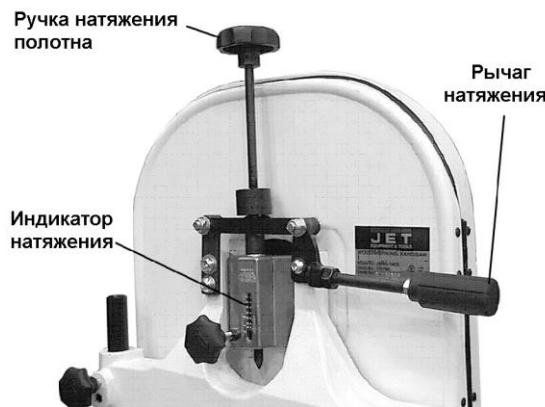
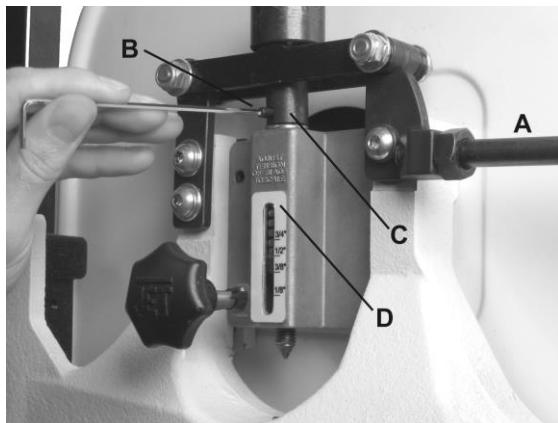

Рисунок 17
Рисунок 17-3
1. Ослабьте натяжение полотна, нажав на рычаг натяжения (рисунок 17).
- Поверните ручку натяжения полотна (рисунок 17) по часовой стрелке, чтобы натянуть полотно. Индикатор на ползунке верхнего шкива (D, рисунок 17-3) показывает приблизительное натяжение полотна в соответствии с его шириной. На начальном этапе натяните полотно, ориентируясь на его ширину*.
- С помощью шестигранного ключа 2,5 мм ослабьте установочный винт (B, рисунок 17-3) нижней втулки (C, рисунок 17-3).
- С помощью плоскогубцев поверните втулку (C, рисунок 17-3) вниз не более чем на 1–2 оборота.
- Установите на место установочный винт (B, рисунок 17-3) и проверьте качество натяжения полотна. При необходимости повторите процедуру.
- Если пильное полотно смещается к какой-либо из сторон шкива, ослабьте баращковую гайку (рисунок 17-3). Слегка затяните ручку регулировки хода полотна, чтобы переместить полотно к задней части шкива. Если полотно смещается к заднему краю шкива, слегка ослабьте ручку регулировки хода полотна, чтобы переместить полотно к передней части шкива.